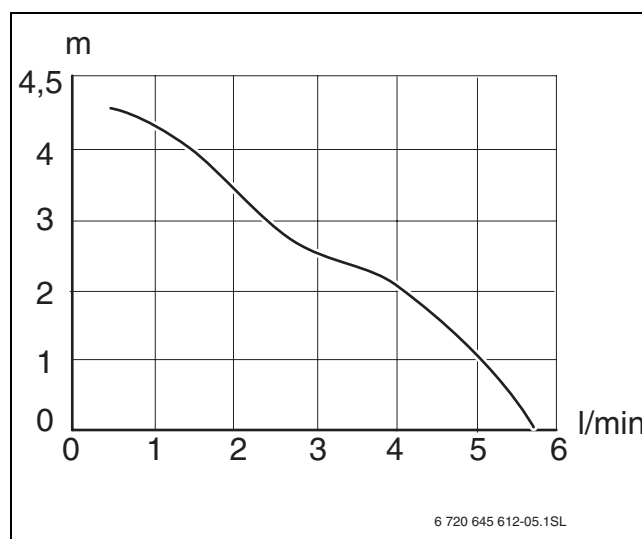
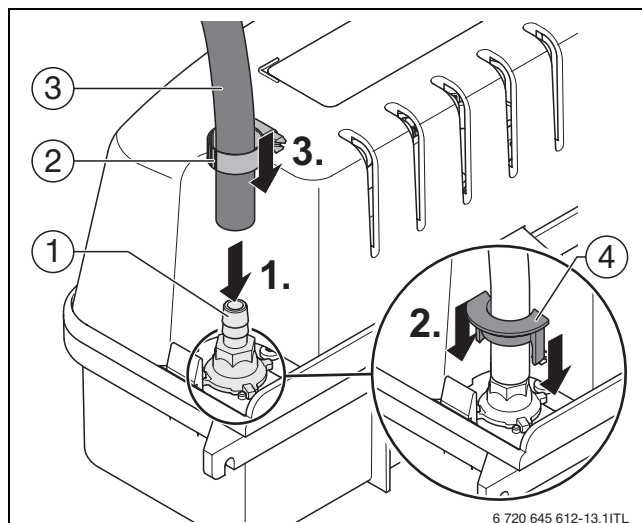
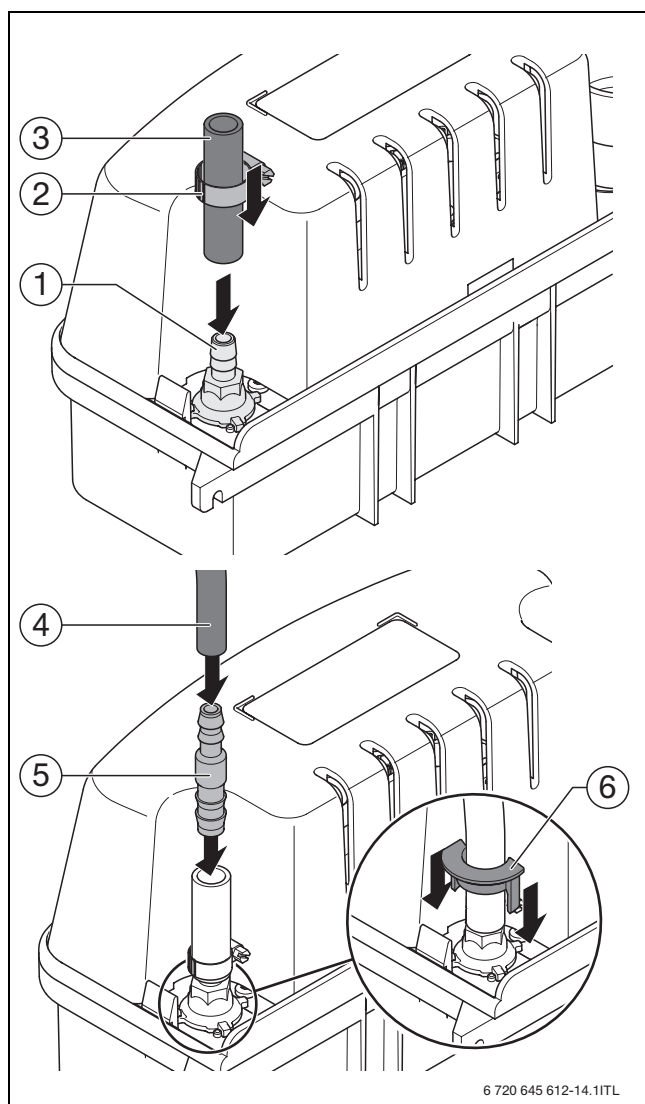
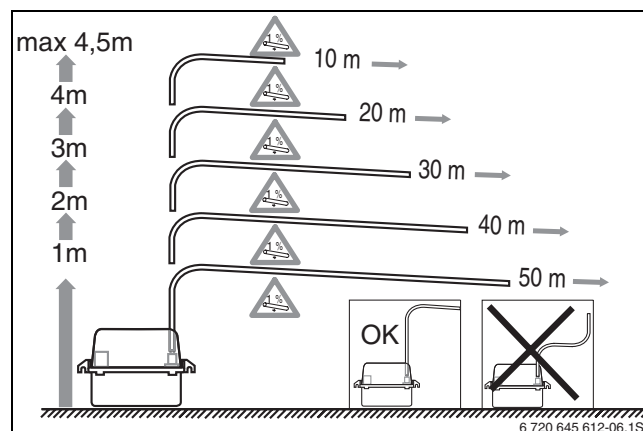

Bild 3 Förderstrom (l/min) in Abhängigkeit von der Förderhöhe (m)
Bild 8 Ablaufschlauch montieren
Bild 9 Ablaufschlauch mit Adapter montieren
Bild 10 Montage Ablaufschlauch
- Maximale Förderhöhe von 4,5 m beachten (→ Bild 3 und Bild 10).
- Das richtige Verlegen des Schlauches mit 1 % Gefälle beachten (→ Bild 10).
- ▶ Bei unterschiedlichen Schlauchdurchmessern Adapter verwenden (→ Bild 9).
- Bild 3, Bild 8, Bild 9 und Bild 10 beachten.